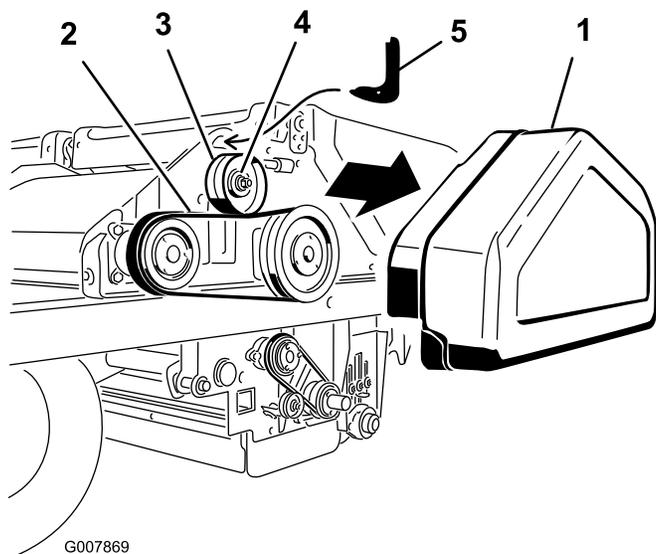

図 59
らアイドラ・プーリのナットを締め付ける (図 59)。
1. ベルト・カバー (図 59) を取り外す。
2. アイドラ・プーリのナットをゆるめる (図 59)。
3. アイドラ・プーリの上側にある穴に、ベルト張り工具のフック状の端部を入れる (図 59)。ベルト張り工具のカーブのついている方の端部をアイドラ・プーリに載せる。
4. ベルト張り工具についている穴に、1/2 インチのトルク・レンチのソケットを入れる (図 59)。